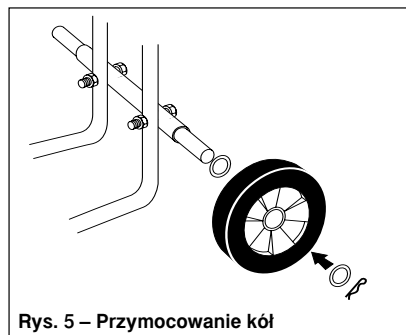

Rys. 4 – Przymocowanie węża
5. Przymocować wąż próżniowy do pompy i do pistoletu przy pomocy klucza 11/16 cala (patrz rys. 4). Nie zakładać jeszcze zespołu ssącego.